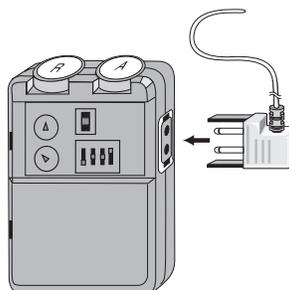

Figure 27. Brancher le câble sur le stimulateur test.
4. Brancher la prise du câble de test sur la prise de sortie du stimulateur test (Figure 27).